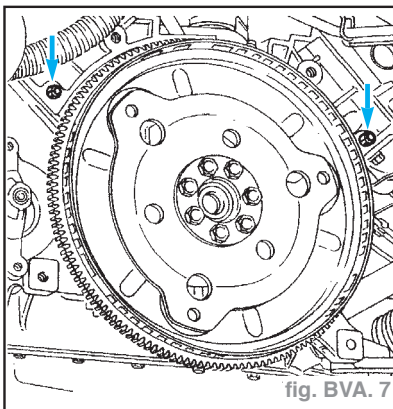

fig. BVA. 7
- Avant de reposer la transmission automatique sur le moteur, vérifier la présence des douilles de centrage sur le bloc moteur (fig. BVA. 7).